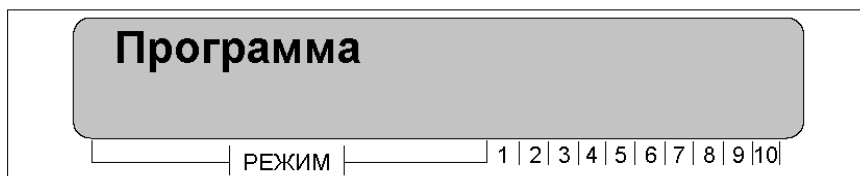

Рис. 14. Вид на дисплее режима «Программа»
- осуществить вход в режим «Программа» клавишей «ВВОД» (см. рисунок 14).